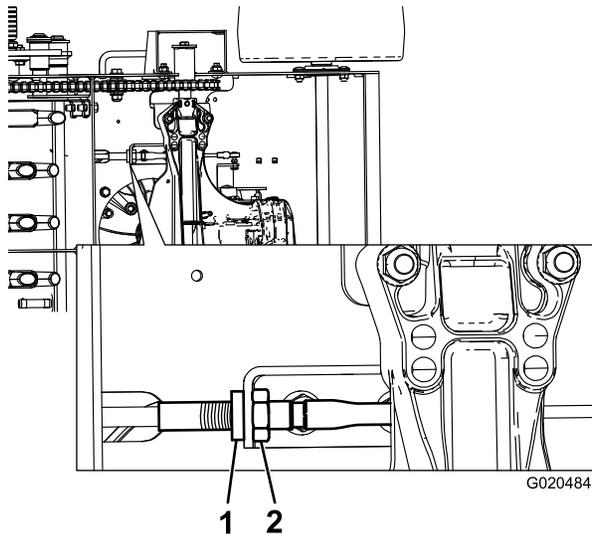

Figura 36
2. Ajuste el cable de la transmisión de tracción en el anclaje inferior moviendo la tuerca hasta el extremo de la rosca y apretando la contratuerca (Figura 36).